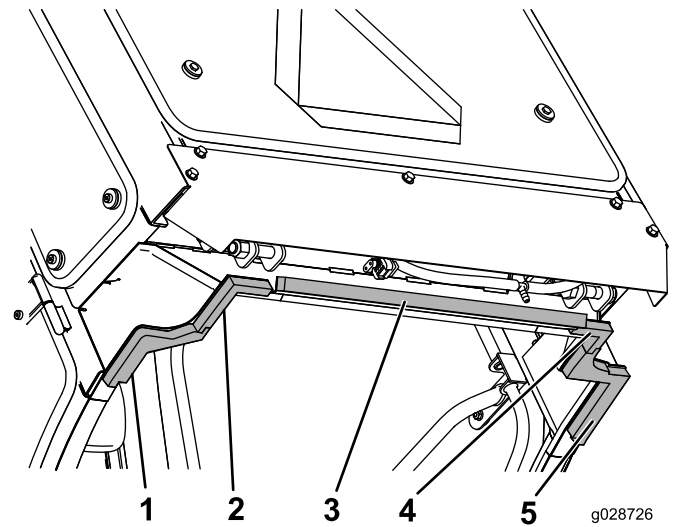

Figura 59
1. Centrate il componente posteriore sul bordo inferiore più arretrato del pannello centrale (Figura 59).
2. Installate i componenti posteriore sinistro e posteriore destro in schiuma sintetica sugli angoli interni delle linguette esterne del pannello posteriore (Figura 59).
3. Allineate i bordi più interni dei componenti intermedi sinistro, centrale e destro in schiuma sintetica con i componenti posteriore sinistro e posteriore destro in schiuma sintetica e interbloccate le linguette (Figura 59).